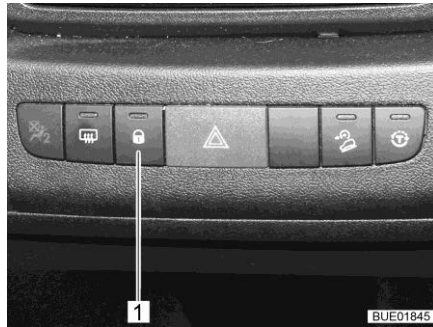

Fig. 61 Interrupteur du verrouillage centralisé
- Appuyer sur la touche (Fig. 61,1). Les serrures de porte sont déverrouillées.
- Appuyer sur la touche (Fig. 61,1). Les serrures de porte sont verrouillées. Le voyant de contrôle à l'intérieur de la touche est allumé.